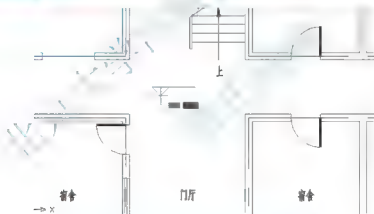

图 3.105 确定“标高”块的位置
(3) 在指定插入点或 [基点(B)/比例(S)/旋转(R)/预览比例(PS)/预览旋转(PR)] 提示下, 在如图 3.105 所示处单击, 将“标高”图块插入到该位置。
(4) 在输入标高值 <0.000> 提示下, 按 Enter 键执行尖括号内的默认值。